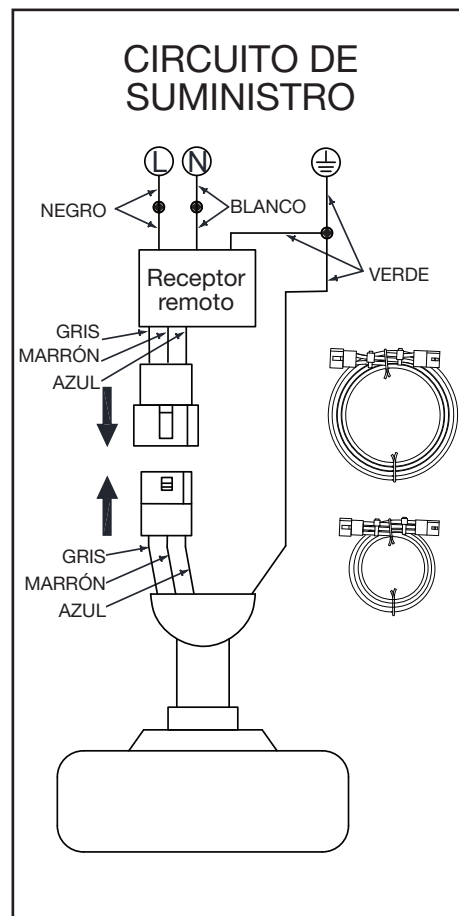

Figura 17
1. Si usas el conjunto del tubo bajante/esfera de 6 plg (15.2 cm) incluido, conecta los cables del receptor a los cables del ventilador uniéndolo el enchufe del adaptador moldeado del receptor con el adaptador moldeado del conjunto del motor del ventilador. (Figura 17)